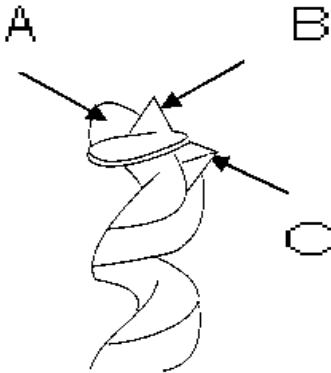

Fig 16
Limer à la face intérieure de l'ébaucheur (A, Fig 16), sur les côtés de la pointe de centrage (B) et à la face de coupe du tranchant principal (C).